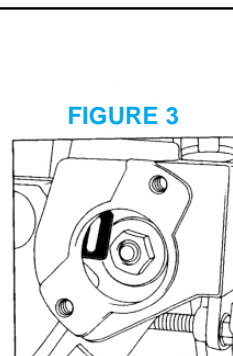
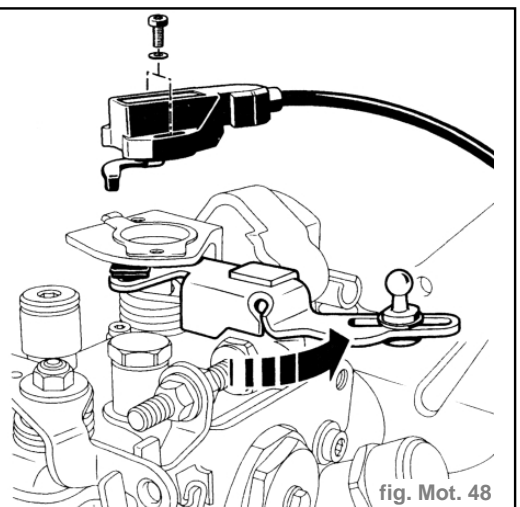

FIGURE 3
fig. Mot. 48
- Faire un quart de tour à l'insert plastique par rapport à la position initiale (figure 3), le ramener le plus près possible de l'axe de rotation du levier de charge. (fig. Mot. 48)